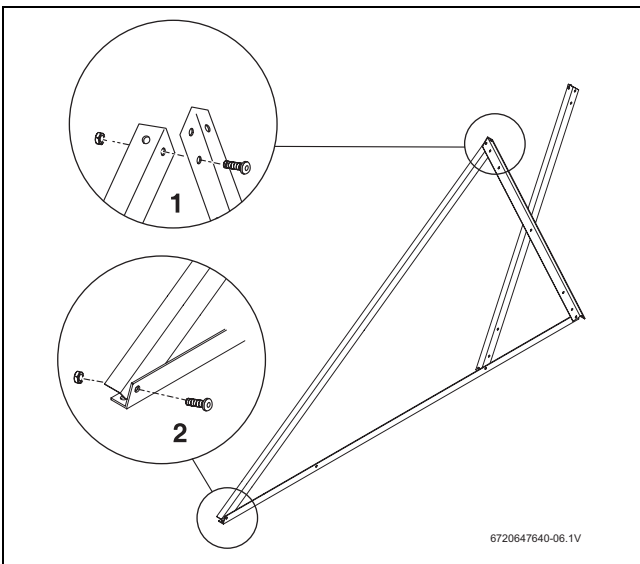

Fig. 19 Montar el perfil de soporte del captador
- ▶ Atornillar el perfil de soporte del captador por arriba al perfil de soporte del acumulador (→ Fig. 19, [1]) y por debajo [2].